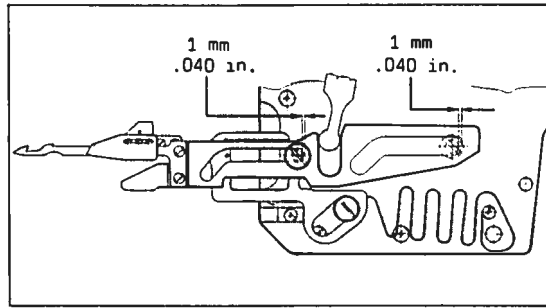

Fig.38
- After making this setting check with needles in up position and lower knife swung to its left end position the distance at the right ends of slots (C). The distance should be at least 1 mm (.040 in.) (see Fig. 38).
Zur Einstellung entfernen Sie die Sicherungsscheibe (D), drücken den Mitnehmer (E) nach unten, drehen den Mitnehmerbolzen (F) entsprechend ein oder aus und koppeln am Hebel wieder an. Überprüfen Sie nach dieser Einstellung bei obenstehenden Nadeln und in die linke Endstellung geschwenktem Untermesser den Abstand an den rechten Enden der Schlitze (C). Der Abstand muß mindestens 1 mm betragen (siehe Fig. 38).